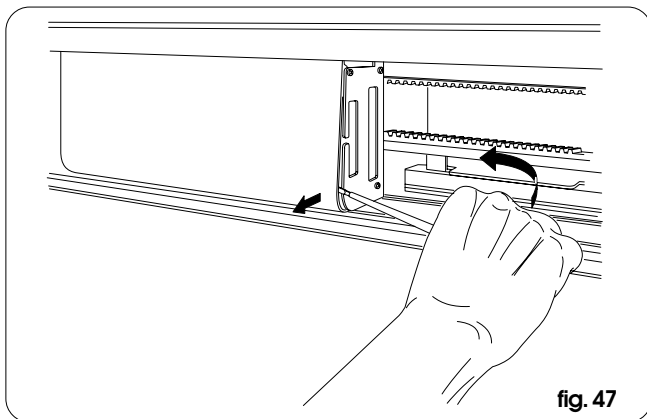

fig. 47
- Om de beschermdeksels van de besturingsunits SDM en de transformator te verwijderen moeten ze voorzichtig met een schroevendraaier worden opgelicht, zoals op fig. 47. Om hen opnieuw aan te brengen moeten ze aan de bovenkant worden vastgehaakt en vastgeduwd worden zoals op fig. 48.